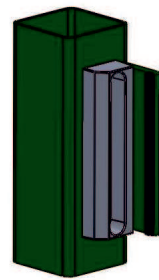

рис.6
- при открытии калитки наружу рис.6.